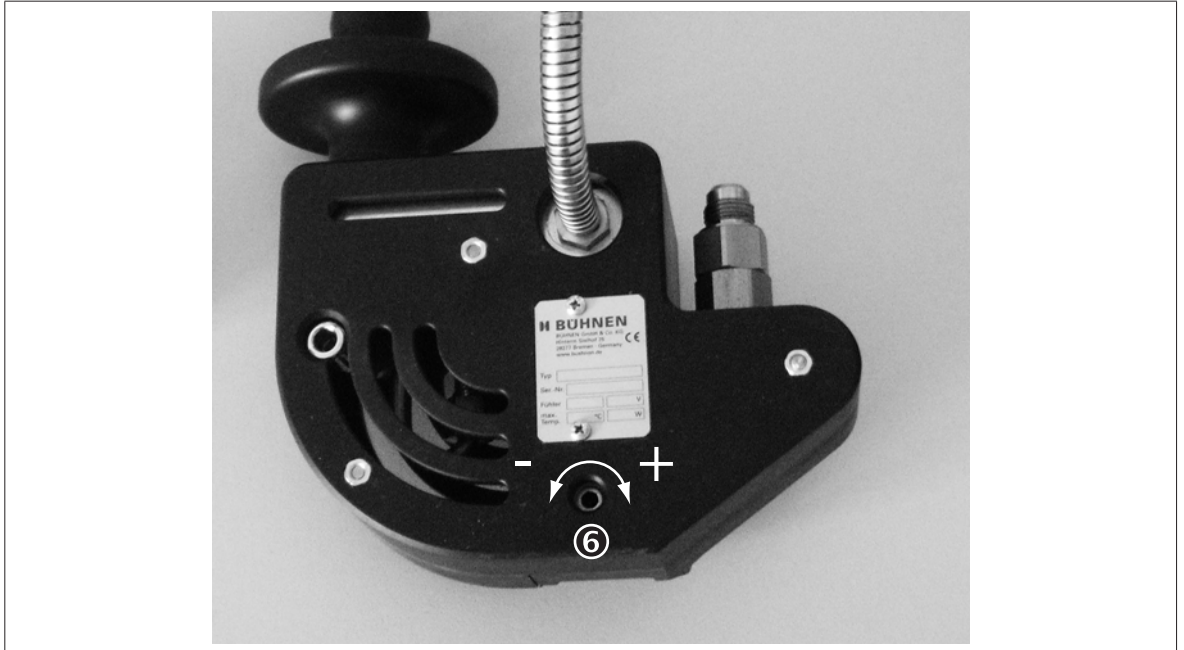

Bild 7: Sprühluft einstellen
Ermitteln Sie die optimale Einstellung durch Verstellen der Einstellschraube ⑥ (siehe Bild 7) und wiederholte Versuche.